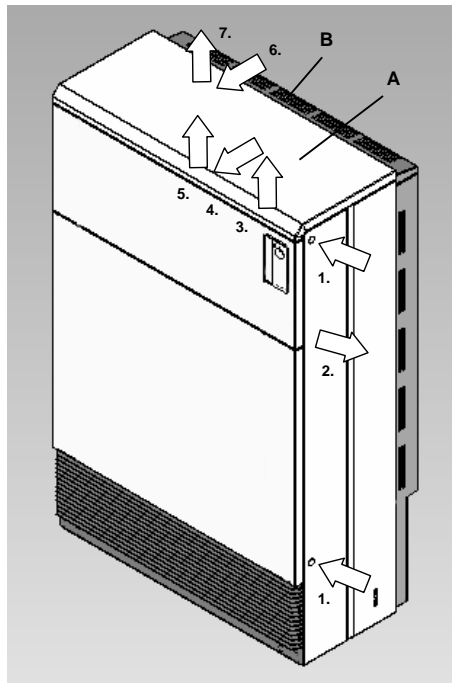

Fig.2 Gerät öffnen
- Gerät öffnen (Fig.2):
3. Deckel (A) vorn ca. 10mm anheben.
6. Rückwanddeckel (B) nach vorn ziehen.